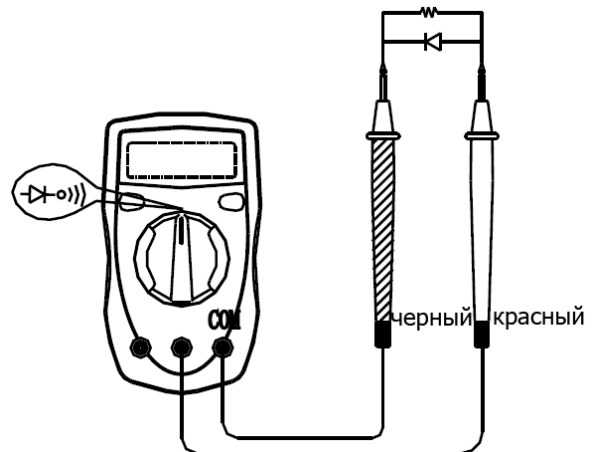

Рис. 6
- Тестовые щупы могут вносить дополнительное сопротивление 0,1 ~ 0,3Ω. Для получения точных показаний при измерении малых сопротивлений замкните накоротко щупы перед измерением и запишите полученное значение (назовем его X). (X) это дополнительное сопротивление от тестовых щупов. Полученную величину вычитайте из показаний для компенсации погрешности.
F. Проверка диодов и непрерывности цепи (См. рис. 6)